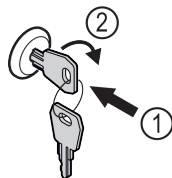

Fig. 95
- ▶ Schlüssel hineindrücken Fig. 95 (1).
- ▶ Schlüssel um 90° im Uhrzeigersinn drehen Fig. 95 (2).